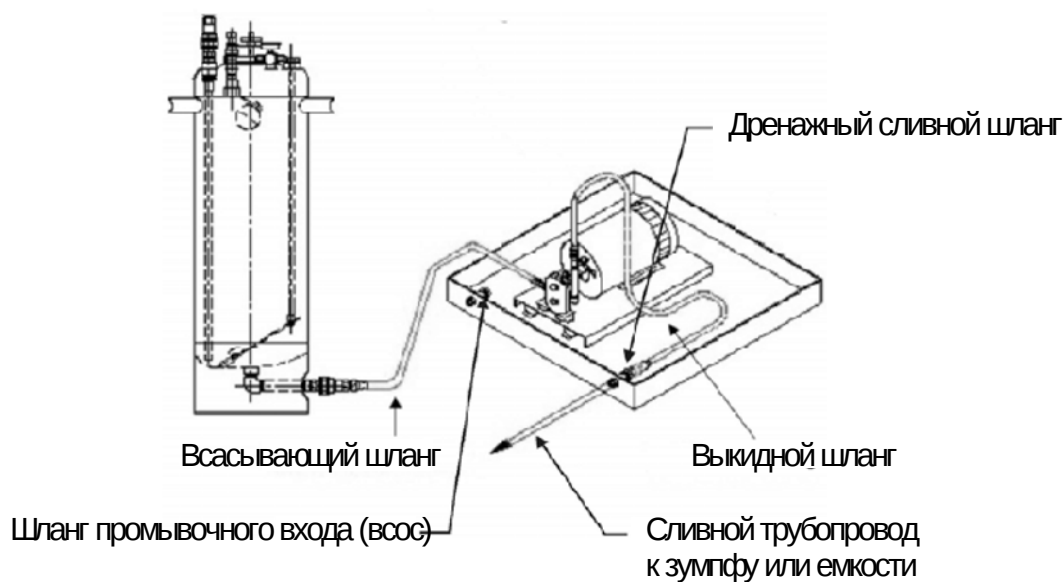

Рисунок 2—Соединения шлангов для дренирования продукта пробы или промывающего продукта
- a. Отсоедините муфту БРС выкидного шланга от сливной линии в верхней части приемника, и соедините ее с дренажным сливным патрубком внутри дренажного стола (Рисунок 2).
- a. Отсоедините муфту БРС выкидного шланга от сливного соединения приемника и соедините ее с дренажным сливным патрубком для дренирования промывающего продукта (Рисунок 2).